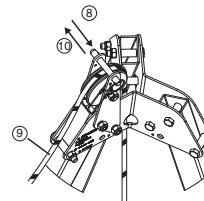

Fig. 10
8. Verwijder de kogelbroche die zich boven de geleiderol, bovenaan de TRACPODE-drievoot bevindt (fig. 10, 8).
9. Breng de steng van het DEROPE™-toestel rond de geleiderol (fig. 10, 9).
10. Plaats de kogelbroche terug om te vermijden dat de steng uit de geleiderol komt (fig. 10, 10).